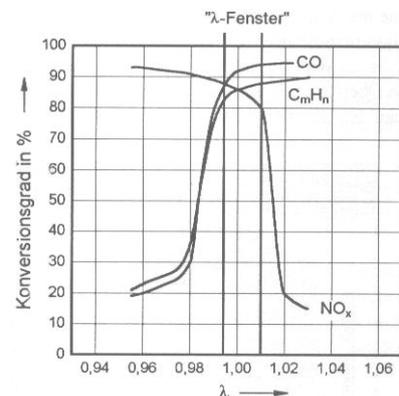

Abb.9: Konversionsgrad
- Das Luftverhältnis  $\lambda$  muß möglichst genau bei eins liegen. Selbst Abweichungen von nur 1% führen zu schlechteren Konversionsgraden (Abb.9):
Man erkennt in Abb.9, daß es nur in einem schmalen Bereich, dem sogenannten „ $\lambda$ -Fenster“ möglich ist, für alle drei Schadstoffe einen optimalen Konversionsgrad für erreichen.